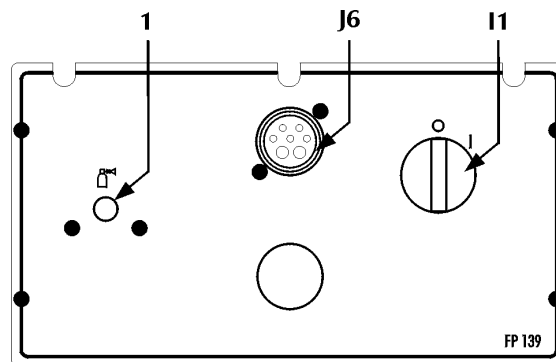

Fig.4
2.2 Bedieningspaneel achterkant (Fig. 4)